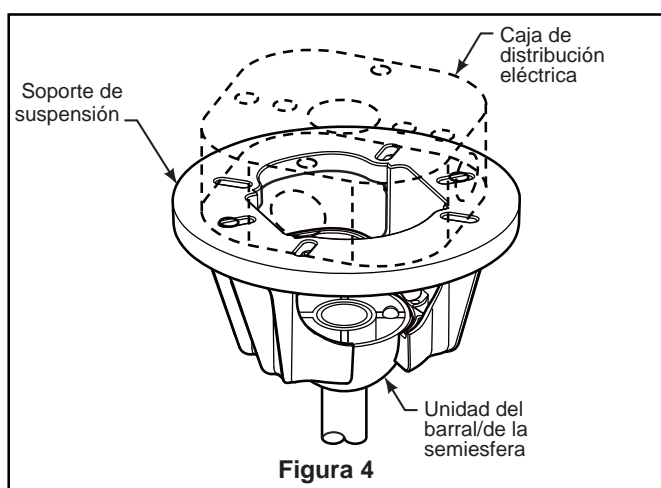

Figura 4
4. Instale el pasador y el pasador de horquilla, y apriete los tornillos de fijación. El pasador y el pasador de horquilla deben estar instalados correctamente para evitar que los tornillos de fijación se aflojen. (Figura 4)
3. Con cuidado, levante el ventilador y apoye la unidad del barral/de la semiesfera en el soporte de suspensión que acaba de fijar a la caja de distribución eléctrica (Figura 4). Asegúrese de que la ranura en la semiesfera esté alineada con el reborde del soporte de suspensión (Figura 3).
4. Fije la cubierta del adaptador del interruptor en el borde de soporte usando tres de los seis tornillos anteriormente extraídos y fíjelos por completo. (Figura 4)
4. Configuración del mando a distancia y proceso de configuración de la velocidad (RPM): (Figura 4)